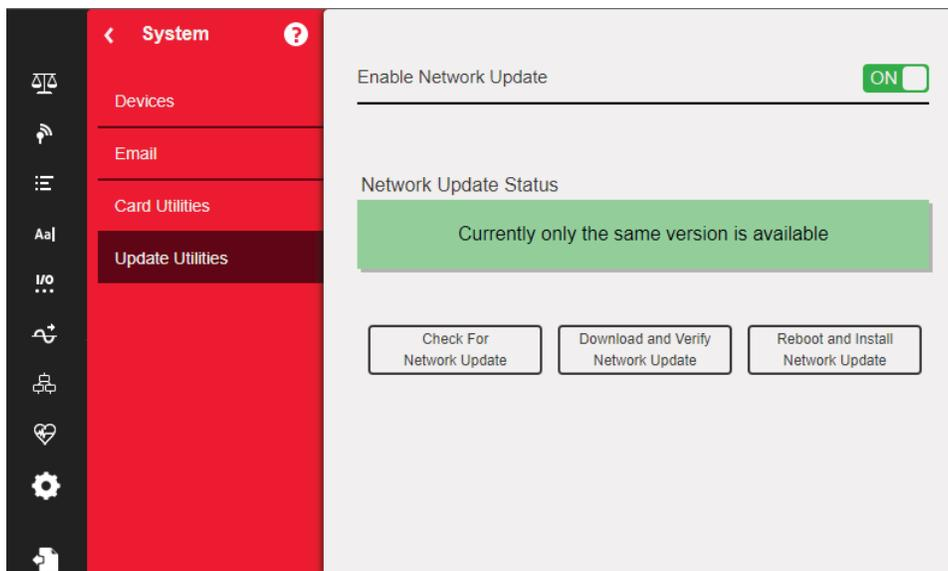

Figure 14-17. Menu des mises à jour réseau
1. Dans le menu des réglages du système, sélectionnez Update Utilities (Mettre à jour utilitaires) (voir Figure 14-17).